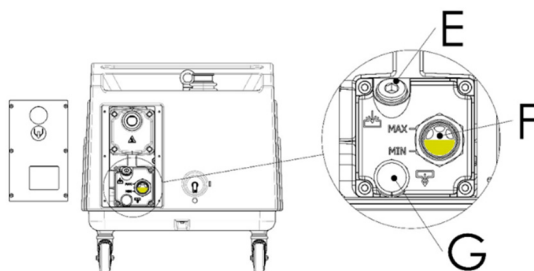
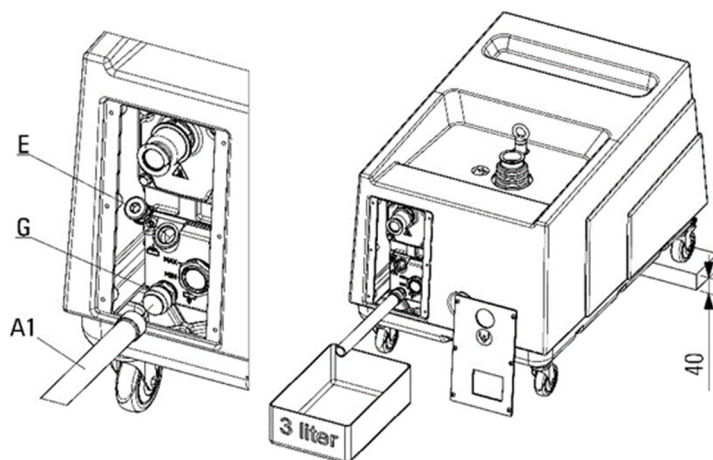

Figure 50
Figure 51
D'après la Figure 50, dévisser le bouchon de remplissage (E) et le bouchon de vidange d'huile (G) uniquement après avoir positionné sous le réservoir un récipient indiqué (au niveau de la forme et des dimensions) afin de récupérer toute l'huile de la pompe (voir Figure 51).